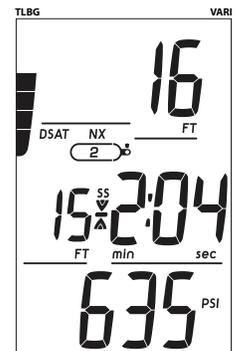

Fig. 59 - ÉCRAN PRINCIPAL DE PALIER DE SÉCURITÉ
**ÉCRAN PRINCIPAL DE PALIER DE SÉCURITÉ** : paramètres affichés (Fig. 59)